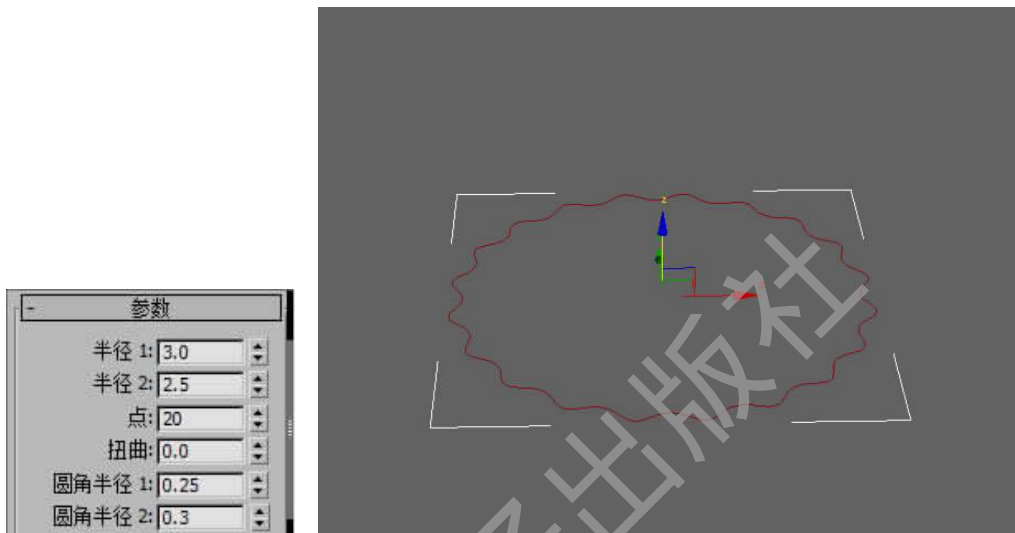

图 2-61 创建星形
Step 5. 选择  创建面板 →  图形 → 星形, 具体参数如下, 如图 2-61 所示。